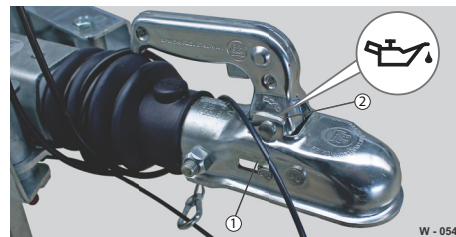
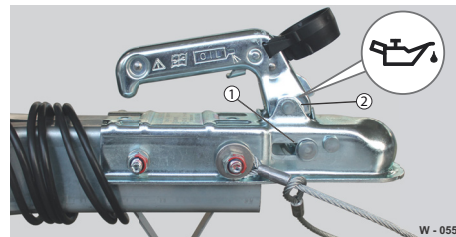

Abb. 43 Gebremst: Draufsicht
Abb. 44 Ungebrems: Seitenansicht
- ▶ Handelsübliches Maschinenöl auf die Lager- und Gelenkstellen (Abb. 43/1 und Abb. 44/1) tropfen.
- ▶ Schmier- / Gleitstellen (Abb. 43/2 und Abb. 44/2) fetten.